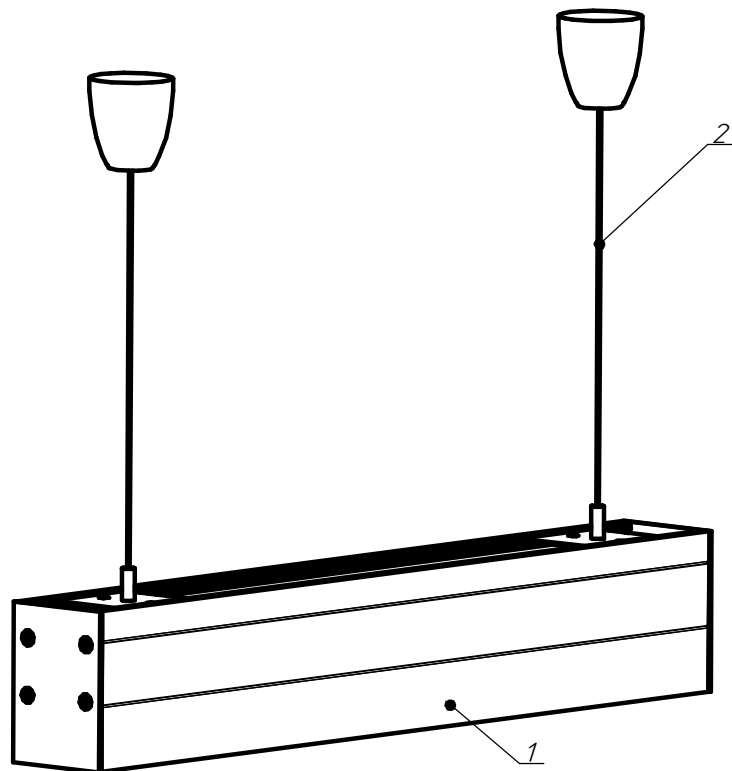

Рисунок 2 - Схема подвеса светильников
5.3. **Установка светильника на тросовый подвес (см. рисунок 2)**